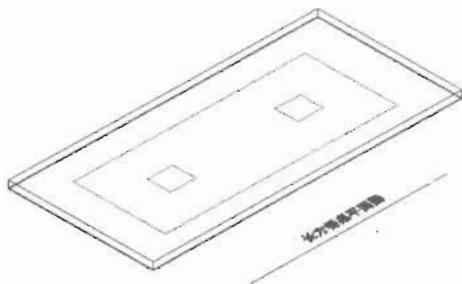

图 13-96
(2) 选择“绘图>建模>长方体”菜单命令,或者单击“建模”工具栏中的“长方体”按钮,在视图中创建一个长方体,如图 13-96 所示,命令执行过程如下。